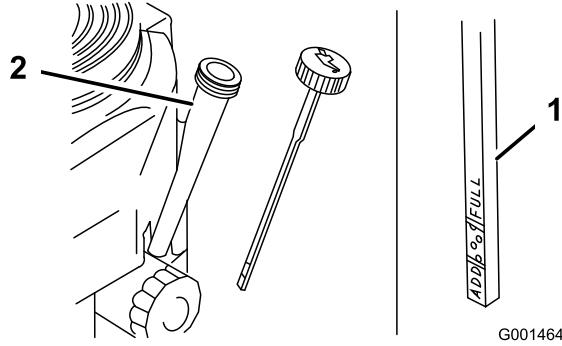

Figura 30
4. Limpie alrededor de la varilla de aceite (Figura 30) para impedir que caiga suciedad por el orificio de llenado y cause daños en el motor.
5. Desenrosque la varilla de aceite y límpie el extremo (Figura 30).
6. Deslice la varilla a fondo en el tubo de llenado, pero no la enrosque en el tubo (Figura 30).
- Vierta lentamente un 80% aproximadamente de la cantidad especificada de aceite por el tubo de llenado (Figura 30).